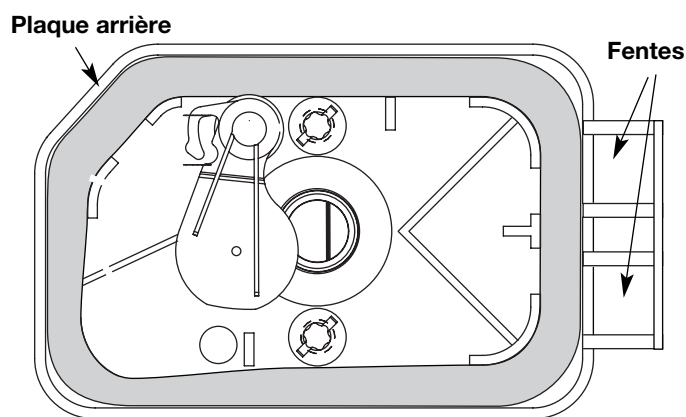

Fig. 32
6. Remplacez le filtre (Fig. 32).